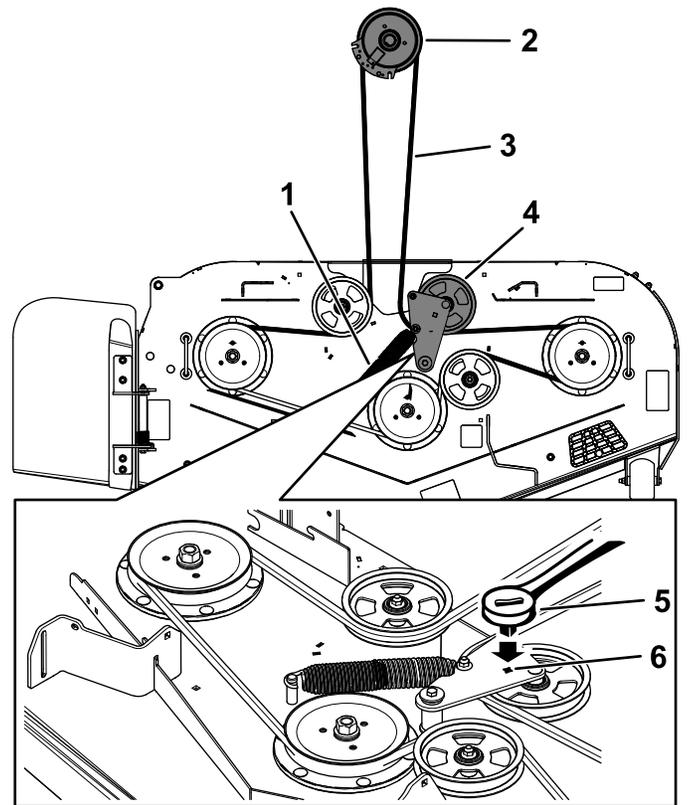

Figura 18
1. Utilize uma lingueta de 3/8 pol. no orifício quadrado no braço intermédio para retirar a tensão da mola intermédia (Figura 18).
14. Instale a correia da plataforma do cortador na polia intermédia da mola (Figura 18).